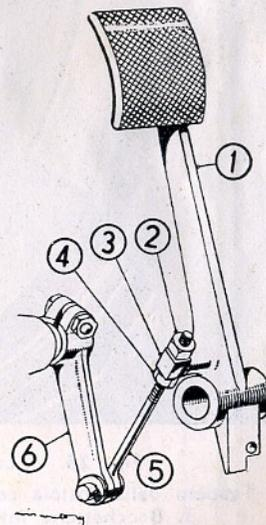

Fig. 24. - Regolazione del gioco del pedale della frizione.
Per far ciò è necessario svitare di quanto occorre il dado (4), quindi bloccare il puntone sul perno di comando (3), serrando il dado (2) quindi riavvitare il dado (4), (vedi fig. 24).